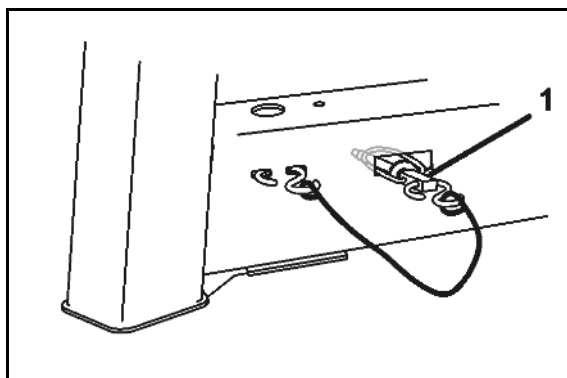

図 44
5. 前側の可動ブレーキホイール (図 44/1) を
- 取り付け、リンチピン (図 44/2) で固定します。